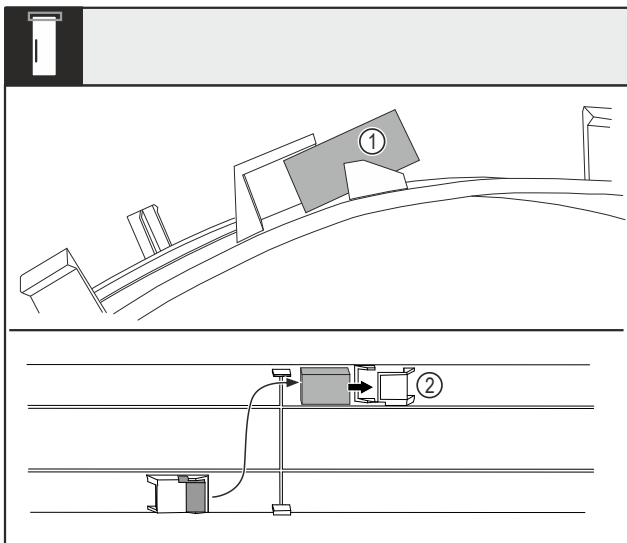

Fig. 16
- ▶ Abdeckung biegen und Türmagnet Fig. 16 (1) aus dem Nest herausziehen.
- ▶ Türmagnet ins andere Nest Fig. 16 (2) einschieben.